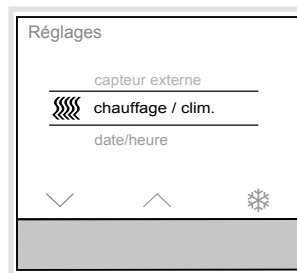

Figure 9 : Sélection fonctionnement chauffage/climatisation
- Le mode de service (figure 9) bascule de chauffage  à refroidissement .